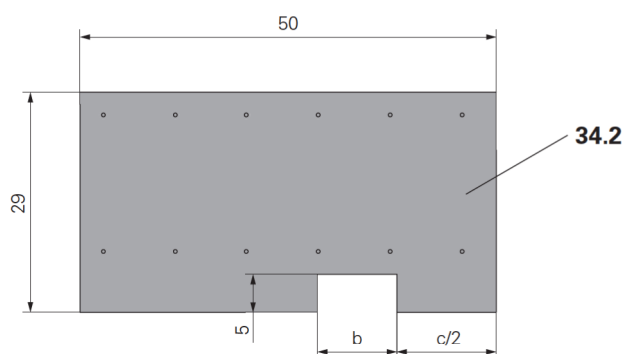

Fig. C1.04
1. Da un pezzo di manto (**34.2**) tagliare due testate di dimensioni come da Fig. C1.04.
Vedere figura C1.04 e C1.06